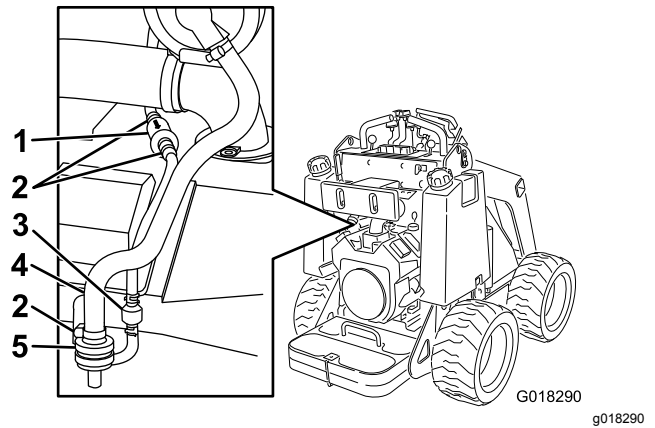

Bild 21
4. Entfernen und entsorgen Sie Luftfilter (Bild 21).
5. Installieren Sie einen neuen Filter im Schlauch und sichern Sie ihn mit einer Schlauchklemme (Bild 21).
3. Lösen Sie die Schlauchklemme über dem Aktivkohle-Luftfilter (Bild 21).
3. Schieben Sie die gefederten Schlauchklemmen an beiden Seiten des Aktivkohlefilters der Entleerungsleitung vom Filter weg (Bild 21).
4. Entfernen und entsorgen Sie den Entleerungsleitungsfilter (Bild 21).
5. Setzen Sie einen neuen Filter in den Schlauch ein; der Pfeil am Filter sollte zum Sperrventil zeigen; befestigen Sie ihn mit den Schlauchklemmen (Bild 21).